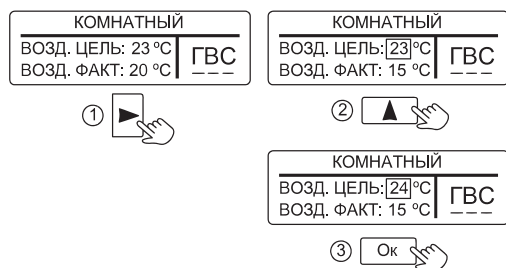

Рисунок 11.
10.5 «КОМНАТНЫЙ» – режим поддержания комфортной температуры воздуха в помещении. Датчик температуры воздуха устанавливается внутри помещения. Заводская настройка +23°C. Изменение настройки показано на рис.11.